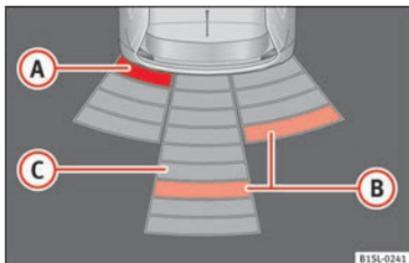

Abb. 86 Bildschirmanzeige des OPS: **(A)** Hindernis im Kollisionsbereich erkannt. **(B)** Hindernis im Segment erkannt. **(C)** Abgetasteter Bereich hinter dem Fahrzeug.
Der Bereich hinter dem Fahrzeug » **Abb. 86 (C)** wird bis zu einem Abstand von etwa 150 cm und etwa 60 cm zur Seite abgetastet.